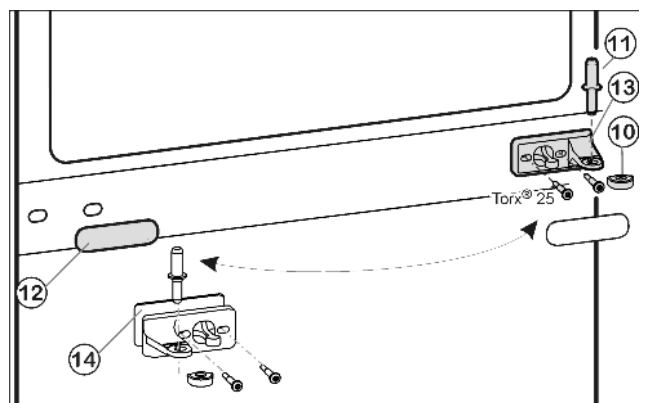
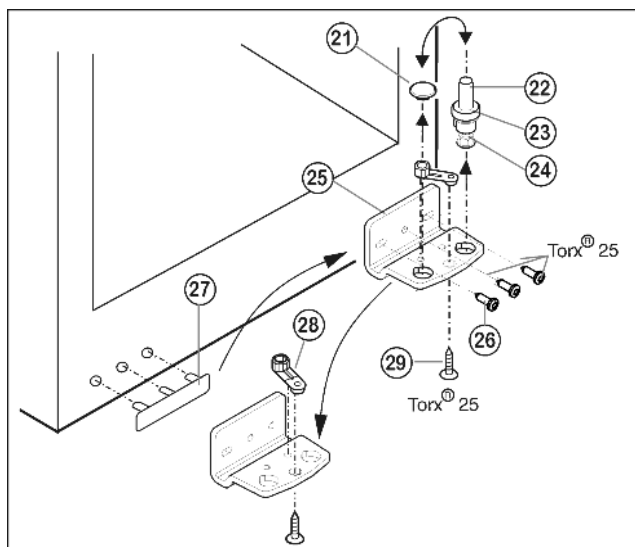

Fig. 9
Fig. 10
- ▶ Вытащите из опорного кронштейна и нижней дверцы средний опорный винт Fig. 9 (11).
- ▶ Снимите пластмассовый колпачок Fig. 9 (10).
- ▶ Открутите средний опорный кронштейн Fig. 9 (13) (2 шт. Torx® 25).
- ▶ Осторожно снимите накладку Fig. 9 (12).
- ▶ Прикрутите средний опорный кронштейн Fig. 9 (13) с подкладкой Fig. 9 (14) с поворотом на 180° на новую сторону шарнира (с моментом 4 Нм).
- ▶ Защелкните накладку Fig. 9 (12), повернув на 180°, на стороне, где теперь будет ручка.
- ▶ Извлеките опорный винт Fig. 10 (22) в комплекте с шайбой Fig. 10 (23) и регулируемой опорой Fig. 10 (24), вытягивая его вверх.
- ▶ Снимите пробку Fig. 10 (21).
- ▶ Открутите Fig. 10 (26) опорный кронштейн Fig. 10 (25).
- ▶ Открутите Fig. 10 (29) опорную деталь Fig. 10 (28) и, переставив в отверстие на противоположной стороне опорного кронштейна, снова прикрутите.
- ▶ Осторожно снимите и переставьте на противоположную сторону крышку со стороны ручки Fig. 10 (27).
- ▶ Снова прикрутите опорный кронштейн Fig. 10 (25) на новой стороне шарнира (**с моментом 4 Нм**). При необходимости используйте аккумуляторный шуруповерт.
- ▶ Переставьте пробку Fig. 10 (21) в свободное отверстие.
- ▶ Вновь установите опорный винт Fig. 10 (22) в комплекте с шайбой и регулируемой опорой. При этом фиксатор должен быть направлен назад.
- ▶ Установите нижнюю дверцу сверху на нижний опорный винт Fig. 10 (22).
- ▶ Снова наденьте пластмассовый колпачок Fig. 9 (10) на средний опорный кронштейн Fig. 9 (13).
- ▶ Вставьте средний опорный винт Fig. 9 (11) на новой стороне шарнира через средний опорный кронштейн Fig. 9 (13) в нижнюю дверцу.
- ▶ Установите верхнюю дверцу на средний опорный винт Fig. 9 (11).
- ▶ При необходимости выровняйте дверцы через два продольных паза в нижнем опорном кронштейне Fig. 10 (25) и среднем опорном кронштейне Fig. 9 (13) параллельно корпусу устройства. Для этого выкрутите средний винт на нижнем опорном кронштейне Fig. 10 (25).